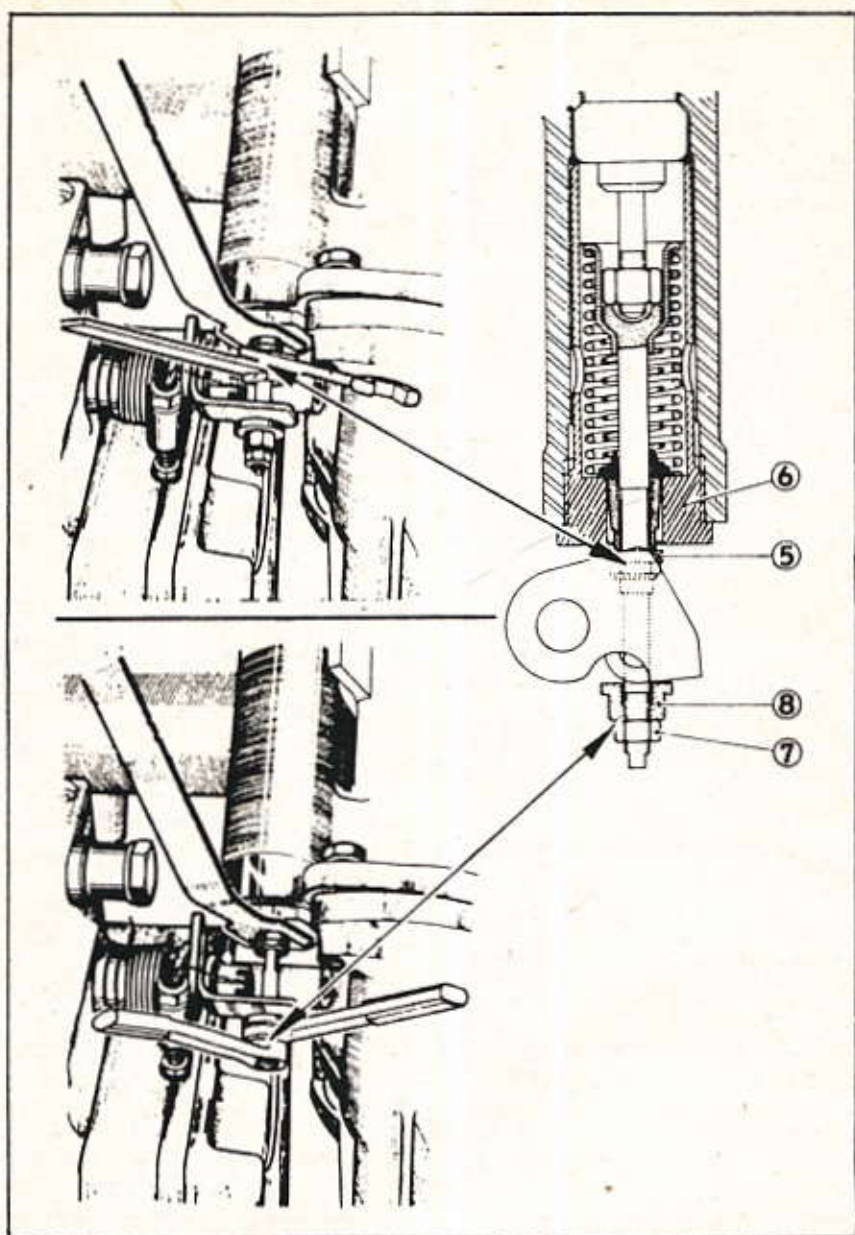

Fig. 12. — Réglage de la soupape d'air
- Dévisser l'écrou (5) (fig. 12) afin de pouvoir glisser la cale 8.0112 N entre l'écrou (5) et le bouchon de fermeture (6).